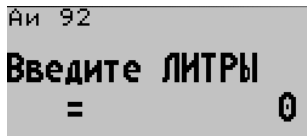

Рисунок 6
3) выбрать вид топлива, на дисплее появится надпись **"Введите ЛИТРЫ"** (рисунок 6):